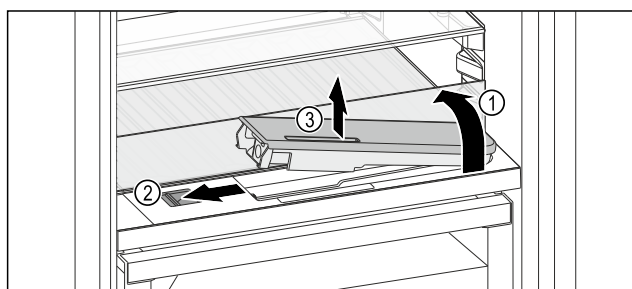

Fig. 232
- Sollevare il ripiano di vetro e ribaltarlo all'indietro fino all'arresto Fig. 232 (1).
- Spostare il cursore Fig. 232 (2) a sinistra.
- Rimuovere il serbatoio dell'acqua Fig. 232 (3).